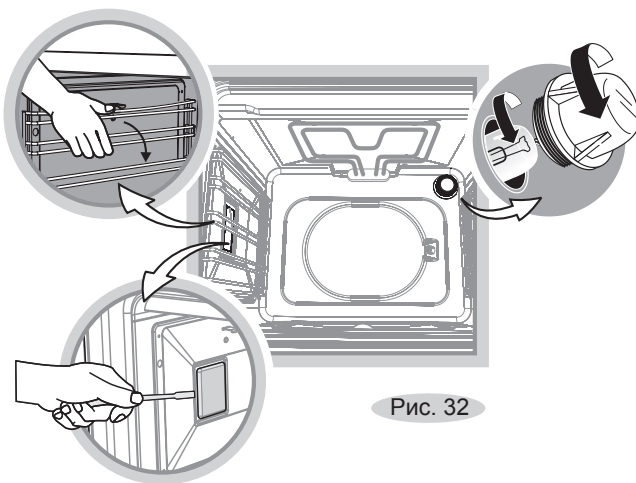

Рис. 32
- Открутите стеклянный плафон (рис. 32).